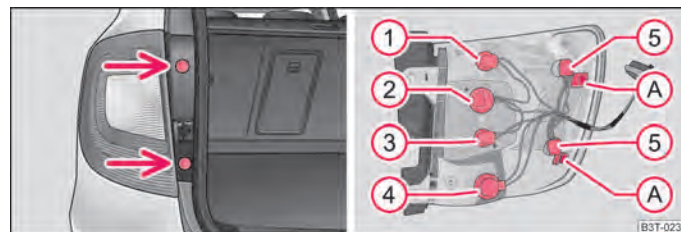

Fig. 209 Desmontar la unidad de luces traseras (Combi)
- Retire los tapones → fig. 209 - lado izquierdo, y desatornille con una llave Torx la unidad de luces posteriores1).
Posición de montaje de las bombillas ⇒ fig. 209.